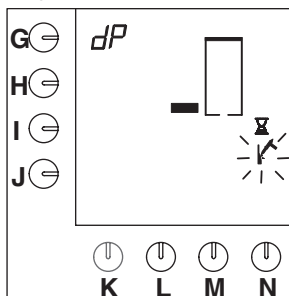

Fig. 25 Pause for at rensedmidlet skal virke
- Når vannet er varmt, vises et timeglass og et blinkende hammersymbol på displayet (fig.25). En 5-minutters ventetid følger for å la middelet gjøre jobben sin.